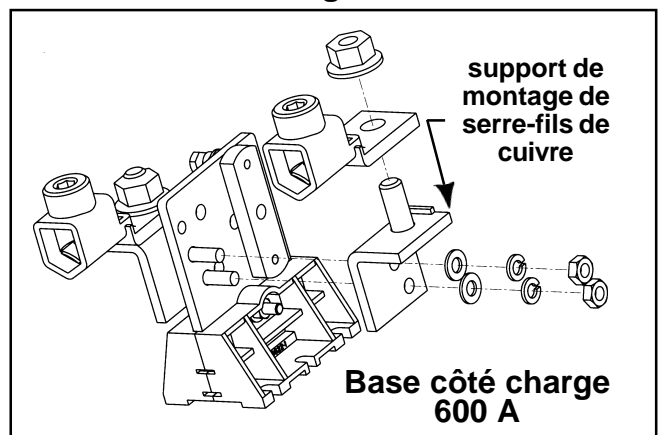

**Fig. 1**
4. Sortir tous les conducteurs des pince-fils (fig.1).
5. Enlever les pince-fils et conserver les fixations (fig. 1 et 2).